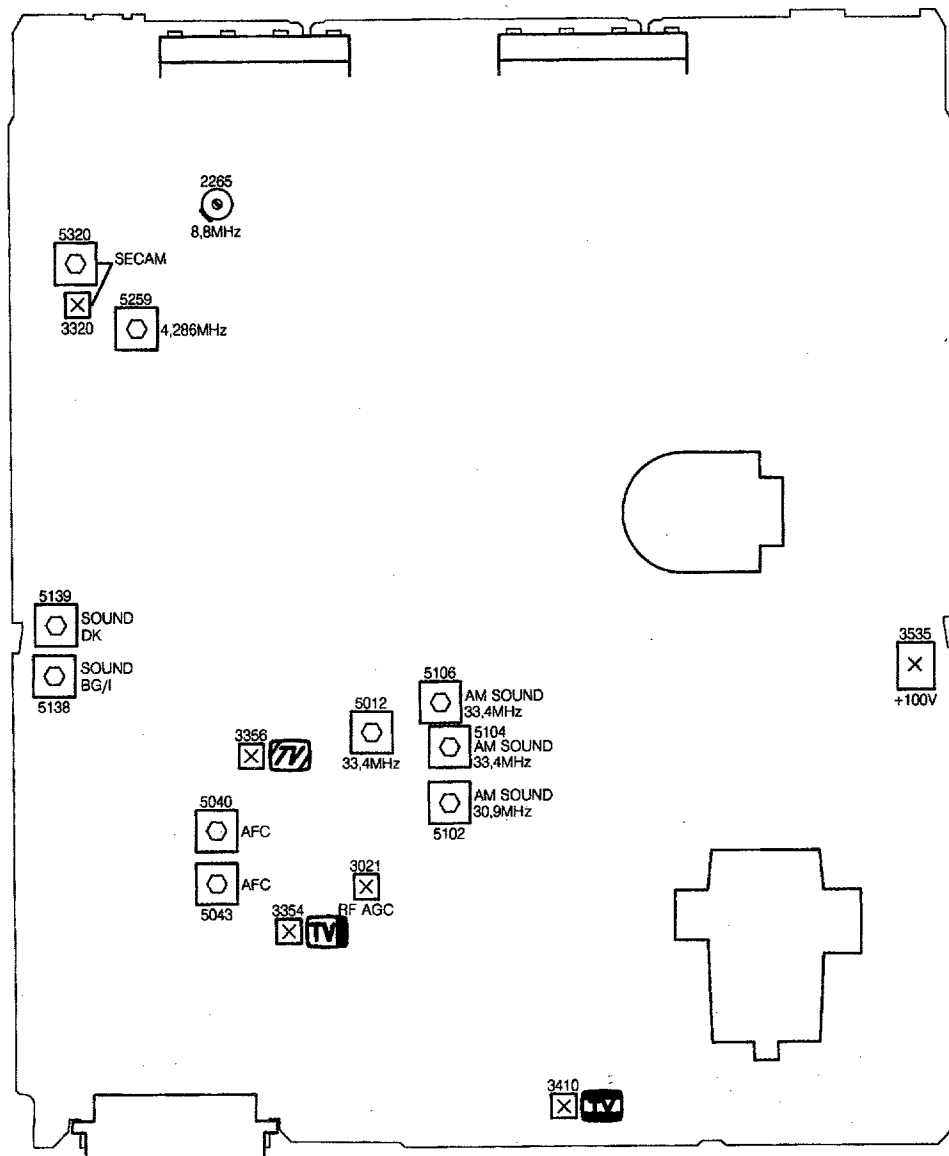

Fig. 7
## 1. Ajustes en el panel principal (Fig. 7)
- 1.7 El filtro de MF para aparatos PAL/SECAM BGLL'- o PAL/SECAM BGLL'I (ver Fig. 7)**